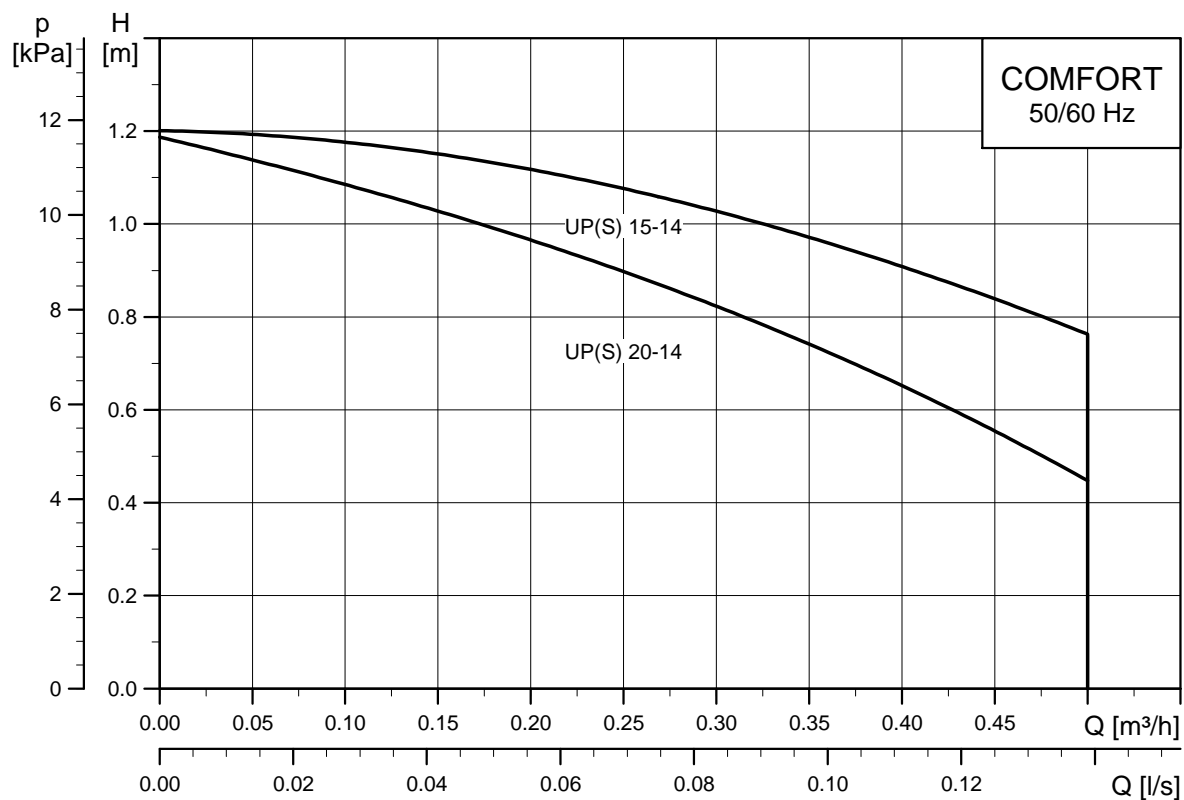

Рис. 6 Диапазон производительности UP(S) COMFORT
**Примечание:** Если насос с функцией AUTOADAPT установлен в циркуляционной системе, в которой регулировка температуры циркулирующей воды осуществляется термостатическим регулирующим клапаном, компания Grundfos рекомендует полностью открыть регулирующий клапан. Тем самым будет сделана настройка на максимальную температуру, в результате чего функция регулировки будет отключена. См. рис. 6.
В режиме управления температурой максимальная температура, измеренная обоими датчиками, сохраняется, и насос автоматически применяет и рассчитывает разность между  $T_{\text{стоп}}$  и  $T_{\text{старт}}$ . Насос включается, если один из датчиков показывает температуру ниже  $T_{\text{старт}}$ . Насос выключается, если диапазон температур  $T_{\text{стоп}}$  превышен на обоих датчиках. См. рис. 6.